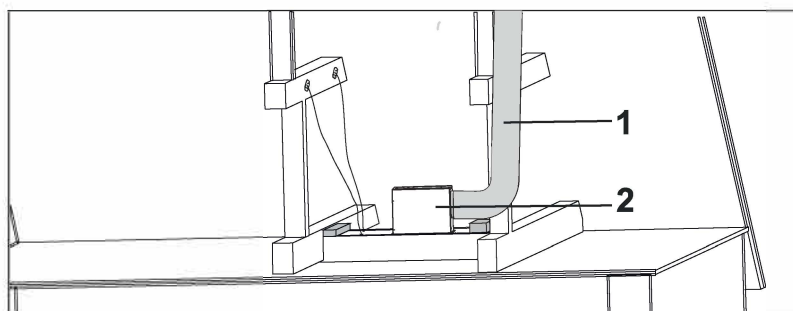

Fig. 25
10. → Tilslut den ene ende af aftrækskanalen på aftræksstuden oven på emhætten og den anden ende til taghætten (læs punkt 2 under afsnittet: Larm & Støj (fra motor)* for gode råd) (Fig. 25).